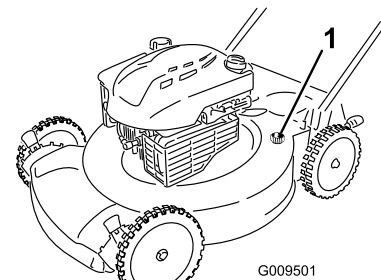

Figura 24
4. Introduzca una manguera de jardín conectada a un grifo en el orificio de lavado de la carcasa del cortacésped (Figura 24).